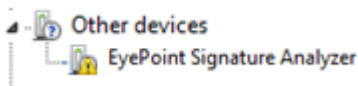

Рисунок 1. Отображение устройств в диспетчере устройств
5. После подключения устройства запустится автоматический поиск драйверов, который, завершится неудачей. Для установки драйверов найдите в "Диспетчере устройств" раздел "Другие устройства", в нем должно быть одно устройство EyePoint Signature Analyser (рисунок 1).